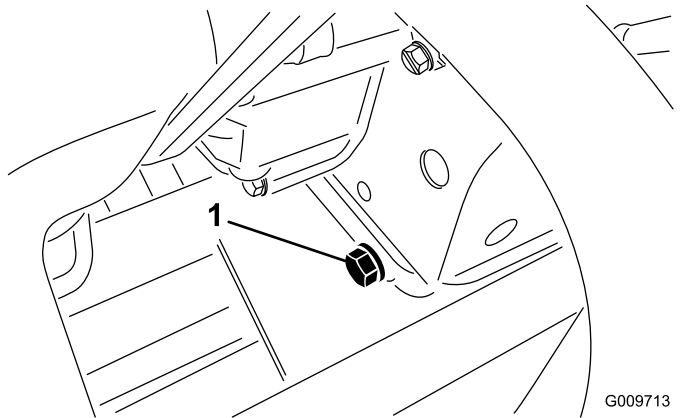

Figura 30
1. Retire o tampão de escoamento traseiro (Figura 30) e deixe o óleo escorrer para um recipiente adequado. Quando o óleo parar, volte a montar o tampão de escoamento.